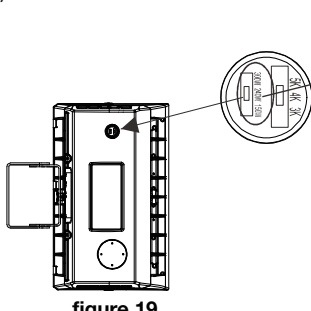

figure 19
- Étape 2 : après avoir ajusté la fonction de contrôle requise, resserrer le bouchon métallique dans le sens des aiguilles d'une montre (figure 19).